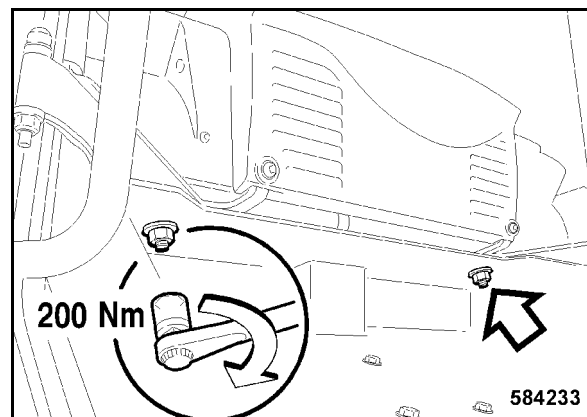

Fig. 208
- Enroscar tuercas con arandelas en ambos espárragos y apretarlas con 200 Nm (Fig. 208).